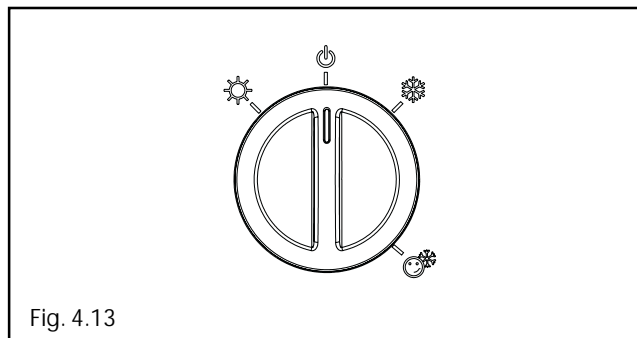

Fig. 4.13
- posizionare il selettore di funzione su "☺" (fig. 4.13)